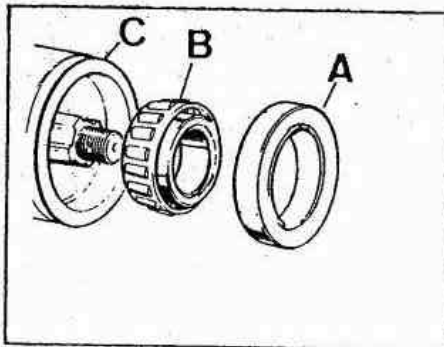

Fig. E-71 Retén y cojinete del extremo de la brida
1.6. Desmontar el retén, A (Fig. E-71) y el cojinete, B, del cárter del diferencial, C.